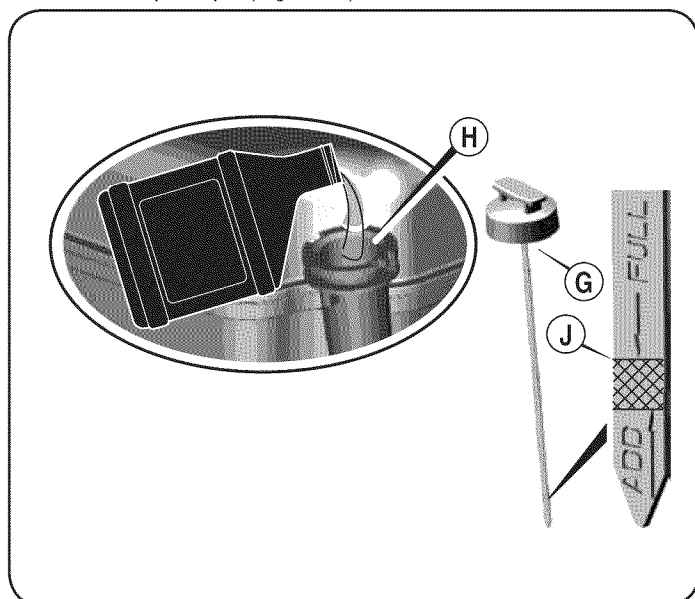

Figura 19
- Remueva la varilla indicadora de nivel de aceite (G) y límpiela con un trapo limpio (Figura 19).